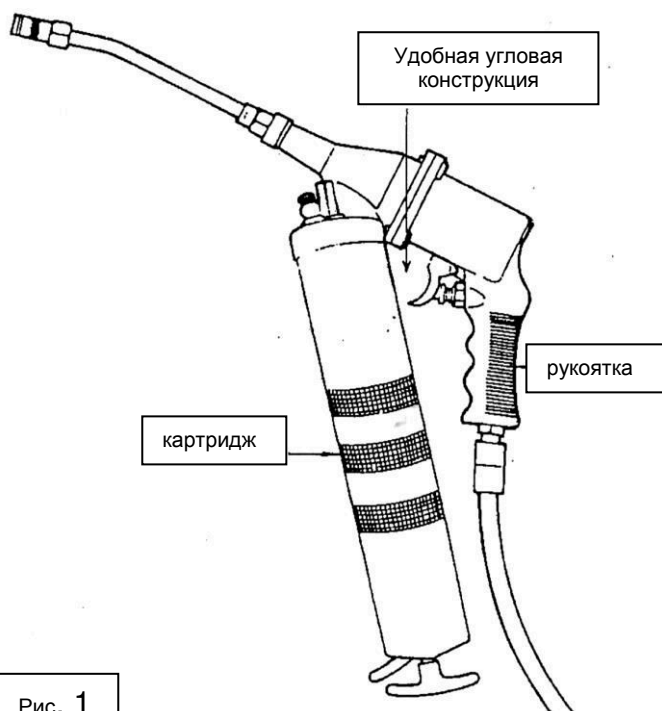

Рис. 1
- Удобная конструкция уменьшает нагрузку на руки при работе с пневмошприцем. (рис.1)
- Благодаря небольшим габаритам и длинной трубке возможно использование пневмошприца в труднодоступных местах. (рис.1)